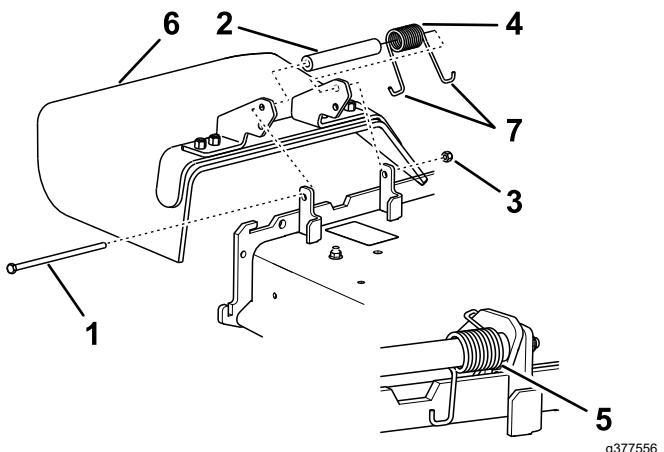

Figure 73
**Remarque:** Asegúrese de colocar un extremo con gancho en J del muelle detrás del reborde de la carcasa antes de instalar el perno, según se muestra en Figure 73.